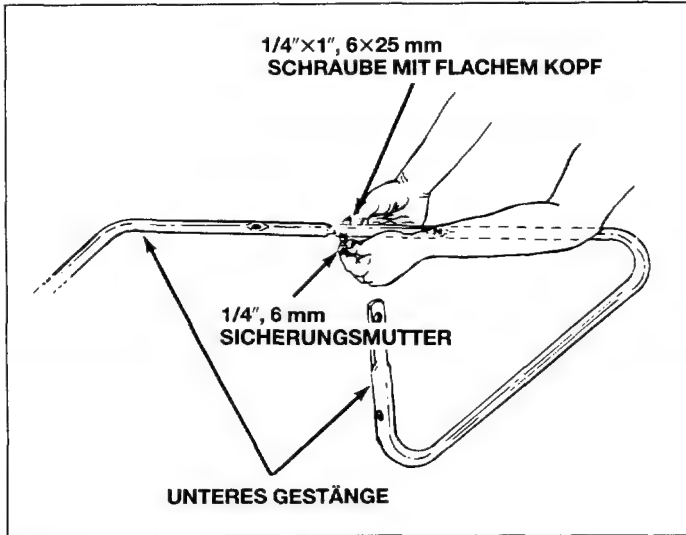

Bild 16
- Die beiden unteren Gestänge wie in Bild 16 gezeigt montieren. Mittels Gewindebolzen 6×25 mm (1/4" 1") und Sicherungsmutter 6 mm (1/4") befestigen. Siehe Bild 16.